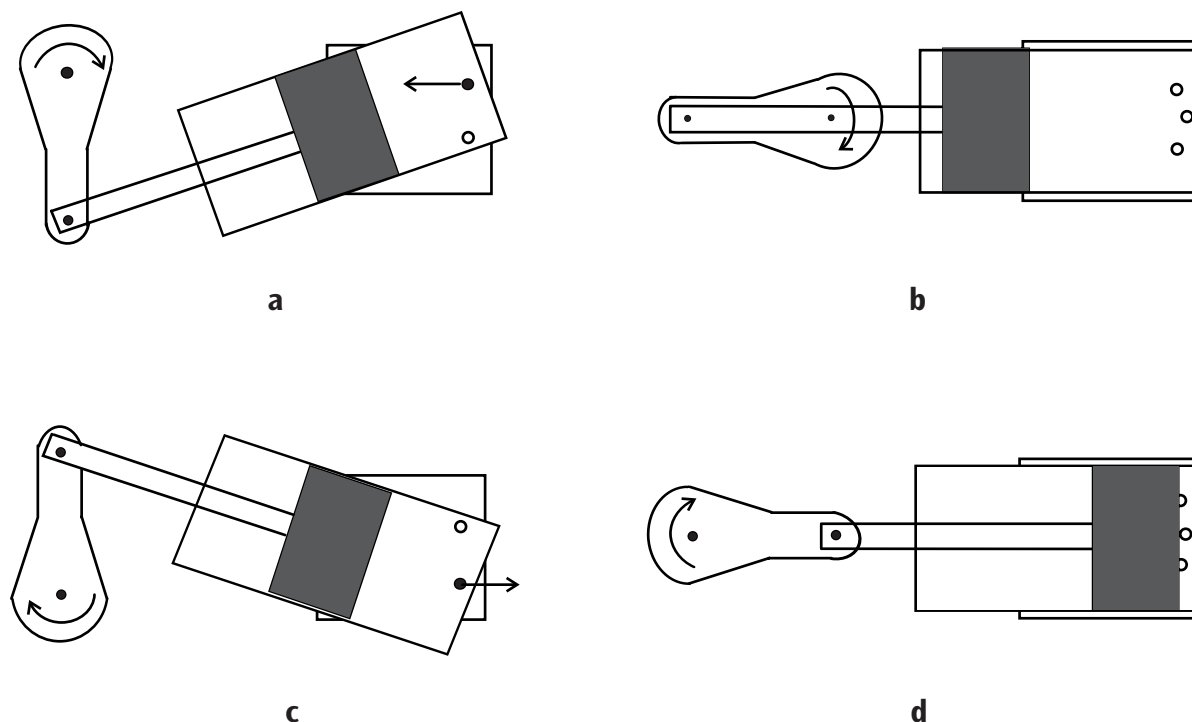

Fig.1 : Cycle de travail de la machine à vapeur oscillante
Dans la chaudière, l'eau est réchauffée et de la vapeur se forme. La vapeur traverse le tuyau d'alimentation ⑫ dans le support pour accéder à l'orifice d'entrée de vapeur. Dès que l'ouverture du cylindre rencontre l'alimentation de vapeur fraîche, de la vapeur pénètre dans le cylindre et repousse le piston (Fig. 1 a). Lorsque le piston atteint sa position inférieure finale, les canaux de vapeur se referment. La roue volante permet de surmonter ce
point mort (Fig. 1 b). Au cours de la phase suivante, le piston revient en arrière, ouvre l'orifice de sortie de vapeur et refoule la vapeur (Fig. 1 c). La vapeur est évacuée à travers le tuyau ② et le tube ⑬. L'eau de condensation est évacuée dans le gobelet ⑱ à travers le tuyau ①. Le piston atteint le point mort supérieur, les deux canaux de vapeur sont de nouveau fermés. La roue volante ayant surmonté le point mort supérieur, de la vapeur est de nouveau introduite et le processus recommence (Fig. 1 d).